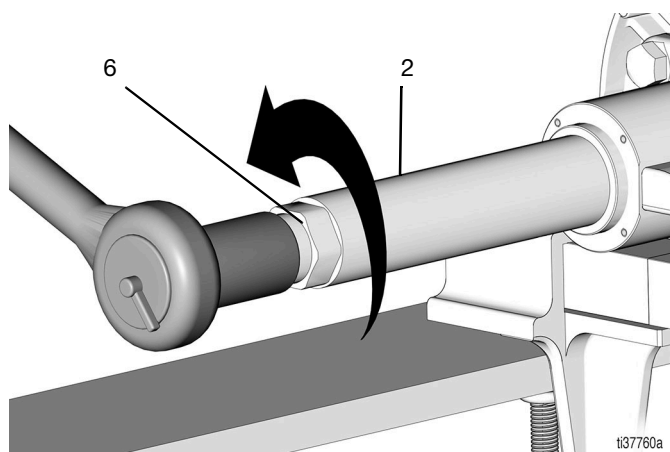

Рис. 10
12. Используя торцевой ключ на 1-7/16 дюйма, ослабьте фиксатор уплотнения (6), оставив его затянутым вручную в цилиндре насоса (2) (Рис. 10).